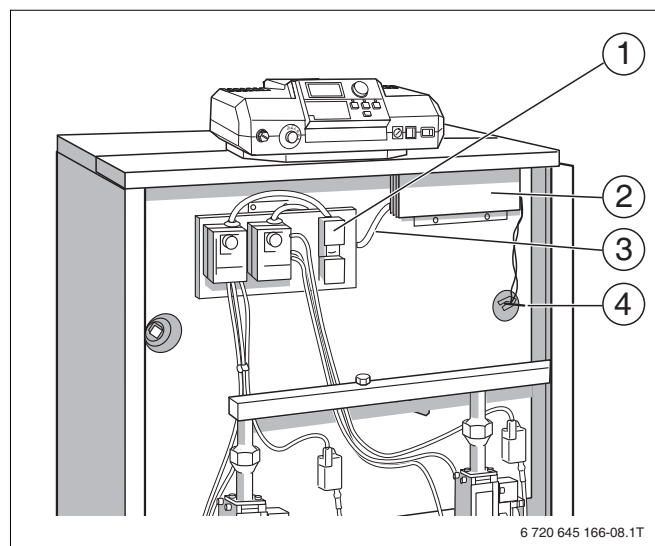

Рис. 16 Кабельная разводка на передней стороне котла
- Снимите крышку с кабельной ниши (Рис. 16, поз. 2).
- Проведите капиллярные трубки и провода температурных датчиков под передней крышкой котла к месту замера (Рис. 16, поз. 4). При этом размотайте их только на необходимую длину.
- Проведите провод горелки (Рис. 16, поз. 3) через кабельную нишу и под передней крышкой котла назад к подключению системы управления.
- Для двухступенчатой горелки удалите штекер с переключкой и вставьте вместо него штекер провода второй ступени горелки (Рис. 16, поз. 1).